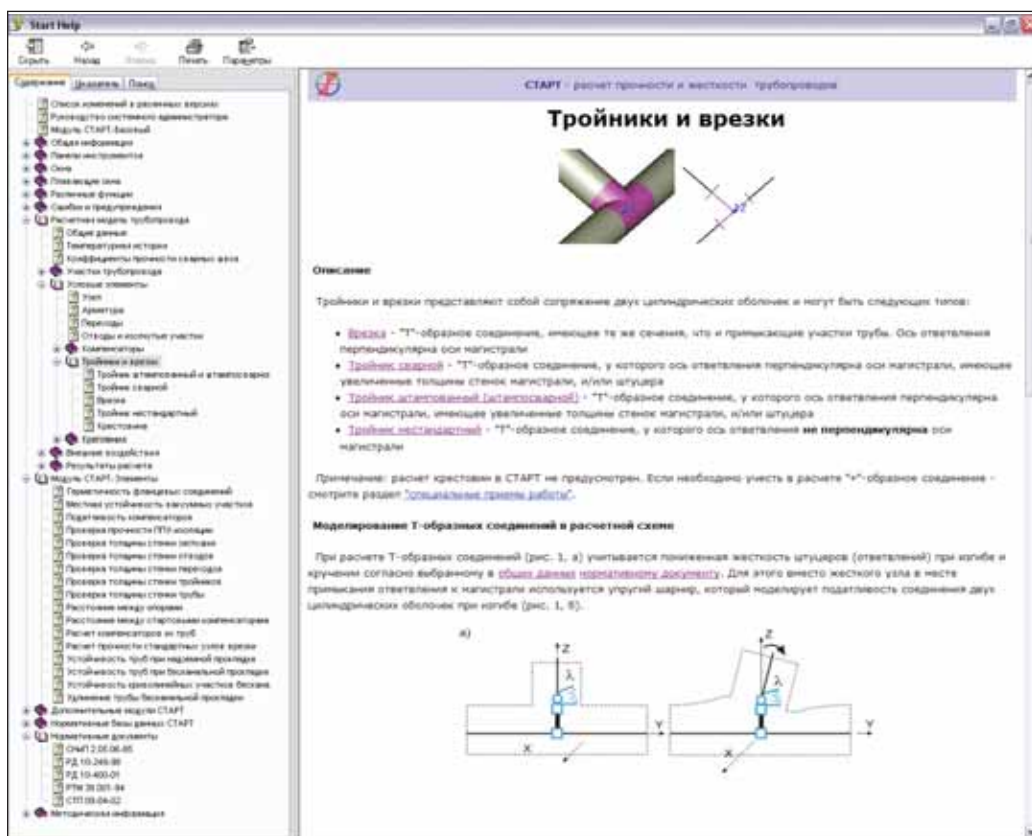

Рис. 1. Контекстная справочная система СТАРТ
- Разработана новая подробная контекстная справочная система (рис. 1). В ней не только содержится подробное описание интерфейса программы, но и представлены теоретические аспекты заложенных в СТАРТ алгоритмов (методическая часть), а также практические рекомендации по применению программы.